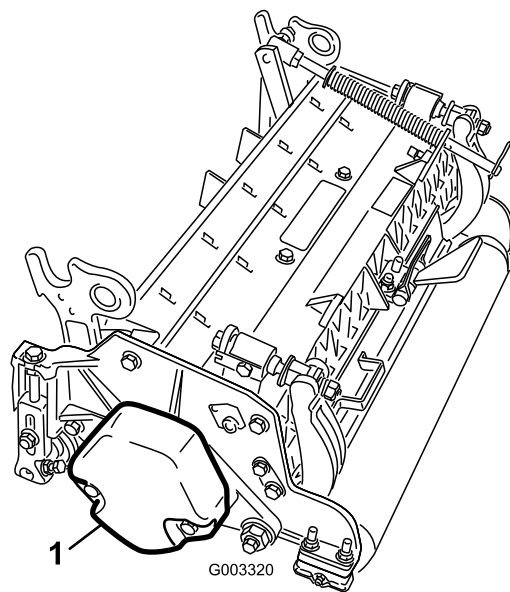

Figura 4
- 4. Il contrappeso (Figura 4) deve essere montato dal lato giusto di ciascun elemento di taglio, come descritto nel *Manuale dell'operatore* degli elementi di taglio.